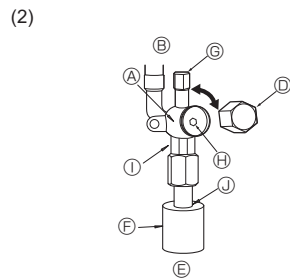

Fig. 4-7
- ① Снимите колпачок, потяните ручку на себя и поверните на 1/4 оборота против часовой стрелки для открытия.
- ② Убедитесь в том, что запорный кран полностью открыт, надавите на ручку и поверните колпачок в первоначальное положение.
- (2) Сторона с жидкостью (Fig. 4-7)
- ① Снимите колпачок и поверните шток золотника против часовой стрелки до упора, используя для этой цели 4 мм шестигранный гаечный ключ. Прекратите поворачивать шток в момент, когда тот достигнет стопора. (Ø9,52: Приблизительно 10 оборотов)